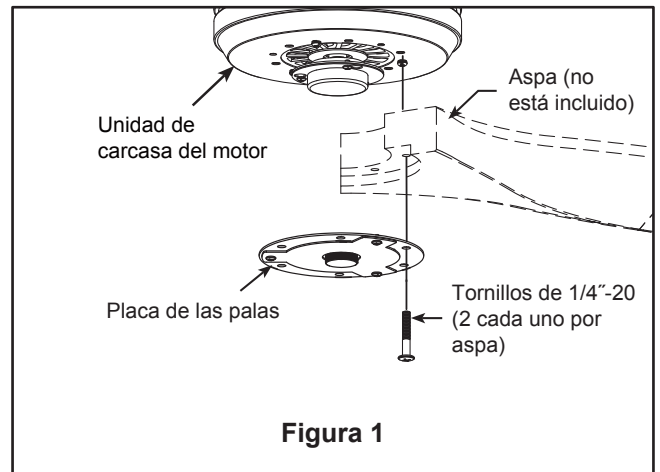

Figura 1
1. Asegure las tres palas usando los tornillos de 1/4"-20 en la placa de las palas a través de los orificios ubicados en la parte inferior del motor. (Figura 1)
1. **IMPORTANTE:** El uso de un regulador de la intensidad completa (no incluido) para controlar la velocidad del ventilador dañará el dispositivo. Para reducir el riesgo de incendio o descarga eléctrica, no utilice dicho regulador para controlar la velocidad del ventilador. (Figura 1)